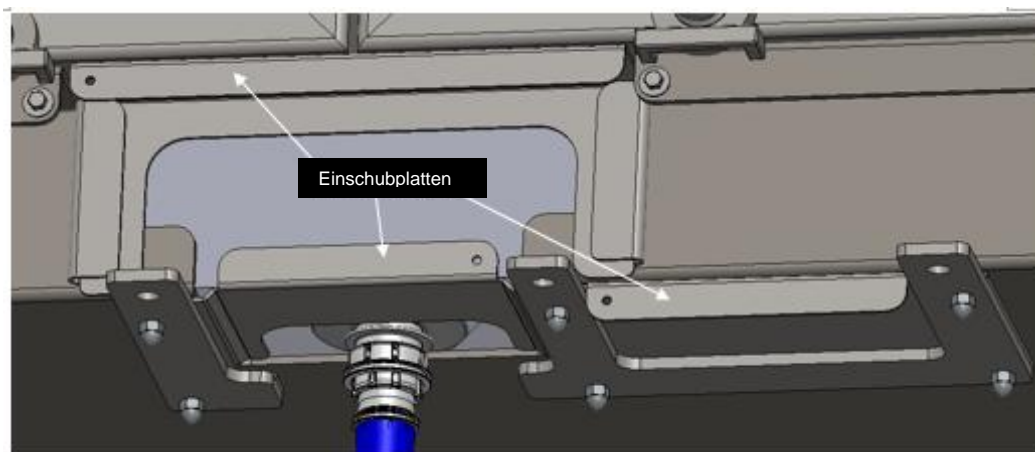

Abbildung 15. Montierte Einschubplatten des Tanks
13. Die mitgelieferten Einschubplatten in den entsprechenden Anschlussausschnitten des Tanks montieren (Abbildung 15).
15. Umfasst der Misch-Biocontainer eine EZ-Drain-Aussparung, diese in der Auslassöffnung platzieren, die Ablasseschubplatte montieren (siehe vorstehend Abbildung 15) und dann die EZ-Drain-Klemme AUSSERHALB des Tanks über der Aussparung einrasten (Abbildung 16 und Abbildung 17).